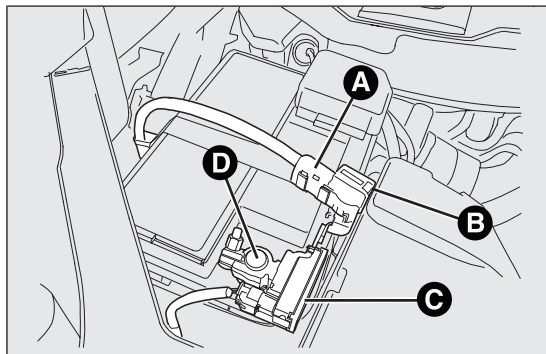

РИС. 129
- отсоединить разъем А РИС. 129 (нажатием кнопки В) от датчика С проверки состояния зарядки аккумулятора, который установлен на отрицательном зажиме D самого аккумулятора;
- после отсоединения зарядного устройства вновь подсоединить разъем А к датчику С, как показано на РИС. 129.